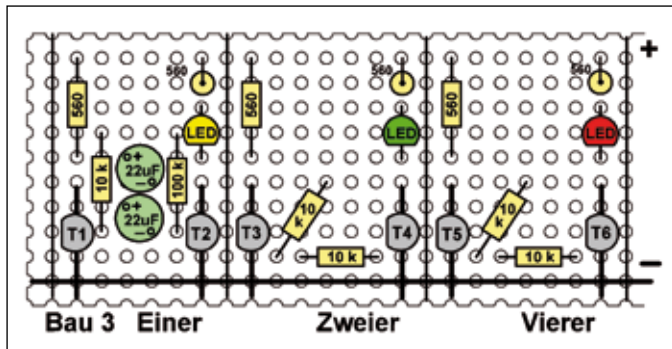

Bild 7
7. Setze die beiden **Elektrolytkondensatoren 22 Mikrofarad schräg über Eck** in die Platine (Bild 7 Bau 3) und verbinde sie über Kreuz mit den **Basen** und **Kollektoren** von **T1** und **T2** (Minusanschluss an Basis, Plus an Kollektor). Löte die **Testdrähte** an die **Plusleitung**.